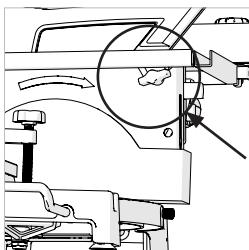

Fig. 4
- Afloje el tornillo de ajuste de la altura de la mesa. **(Fig. 4)**